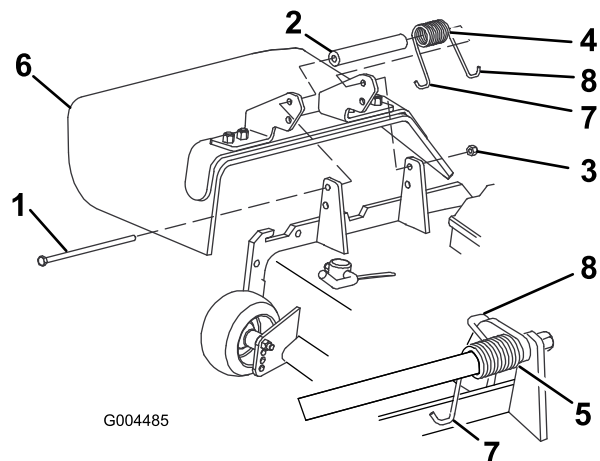

Figura 78
2. Togliete il dado di bloccaggio, il bullone, la molla e il distanziale che fissano il deflettore alle staffe orientabili del tosaerba (Figura 78). Togliete il deflettore di sfalcio se è danneggiato o consumato.
3. Inserite un distanziale e la molla tra le nuove staffe del deflettore di sfalcio (Figura 78). Collocate l'estremità sinistra a J della molla dietro il bordo del piatto di taglio.
Nota: Prima di montare il bullone, come riportato nella Figura 78, verificate che l'estremità sinistra a J della molla sia inserita dietro il bordo del piatto di taglio.
4. Montate il bullone e il dado. Infilate l'estremità a gancio della molla attorno al deflettore di sfalcio (Figura 78).